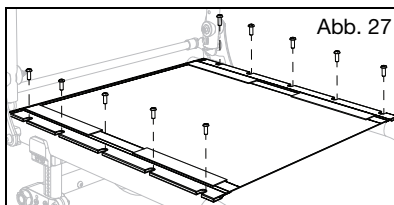

Abb. 27
2. Lösen Sie die Kreuzschlitzschrauben (Abb. 27) auf der gleichen Seite der Sitzpolsterung wie die spannungsverstellbare Lasche.
6. Ziehen Sie die Kreuzschlitzschrauben (Abb. 27).
5. Setzen Sie die 5-mm-Kreuzschlitzschrauben (Abb. 27) wieder ein, indem Sie diese teilweise wieder eindrehen. Nachdem alle Schrauben teilweise eingesetzt sind, ziehen Sie diese nach der Reihe fest, um sie zu fixieren.